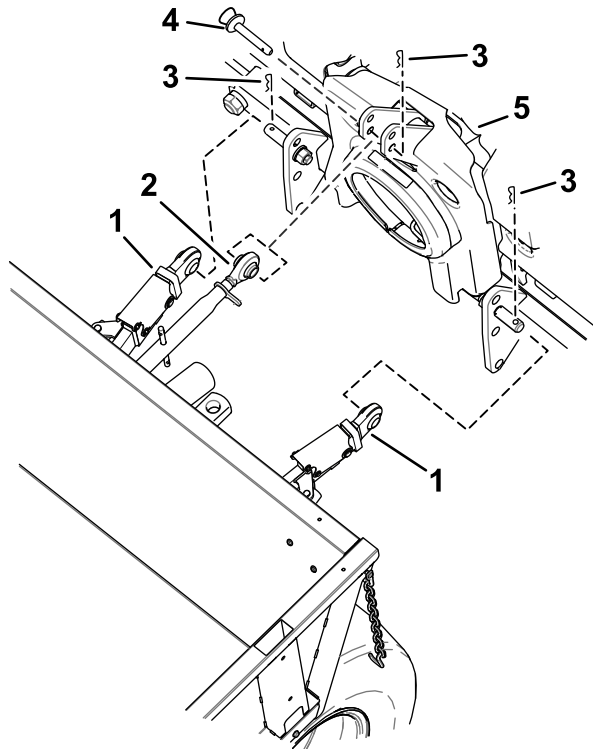

Figura 29
1. Mueva la máquina lentamente hacia atrás y alinee los brazos de tiro con las conexiones inferiores del accesorio (Figura 29).
2. Sujete los brazos de tiro al accesorio (Figura 29).
3. Posicione el brazo superior junto a la conexión superior del accesorio (Figura 29).
4. Sujete el brazo superior al accesorio (Figura 29).
4. Desconecte el brazo superior del accesorio (Figura 29).
5. Desconecte los brazos de tiro del accesorio (Figura 29).